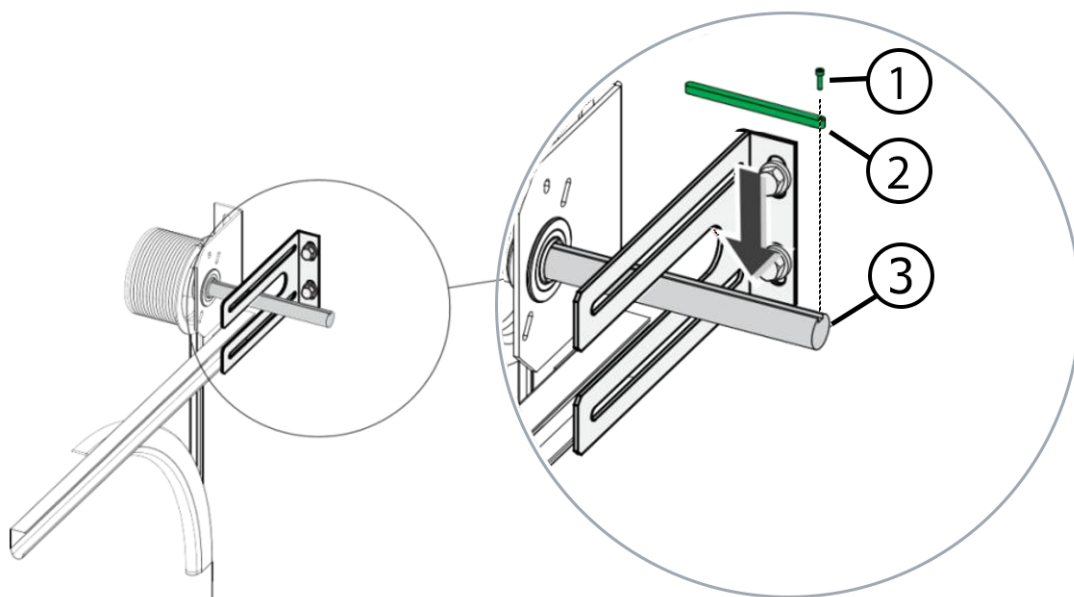

Abb. 2
9. Stellen Sie die Antriebswelle des Torantriebs so ein, dass sie mit der Position der Verdrehsicherung übereinstimmt (Passfeder, Position 8 in Abb. 2). Drehen Sie dazu das Getriebe über den Notbetrieb.
11. Schieben Sie den Torantrieb auf die Antriebswelle des Tores (1).